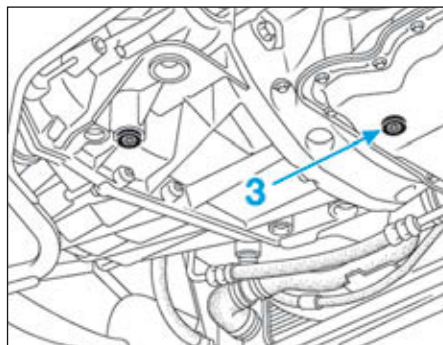

FIG.115
- Déposer le bouchon de vidange (3) (Fig.115) à l'aide d'une clé de vidange moteur à carré de 8 mm.